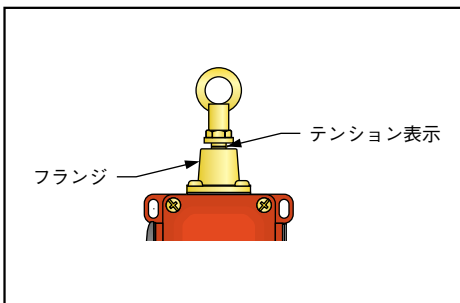

Fig.3
- 5) ターンバックルを使用し、ロープを張ります。アクチュエータ上のテンション表示がフランジの先端と一致するまでテンションを上げます。これにより、最適なテンションとなります。Fig.3を参照下さい。